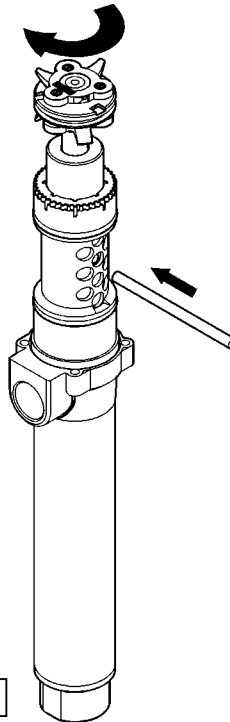

Fig. 4b
3. To remove the valve mechanism, pull up the same until the hole in pump piston becomes visible in one of the perforations in the packing sleeve. Put a suitable tool into the hole in the pump piston to fix it and unscrew the valve mechanism (fig 4b).
3. Para desmontar el conjunto inversor, tirar del mismo hacia arriba hasta que el agujero en el vástago quede visible en una de las perforaciones del casquillo empaquetadura. Introducir una herramienta adecuada en el agujero del vástago para fijarlo y desenroscar el conjunto inversor (Fig. 4b).
3. Pour démonter l'ensemble inverseur, tirer ce dernier vers le haut jusqu'à ce que l'orifice de la tige soit visible au niveau d'une des perforations de l'ensemble porte-joints. Introduire l'outil qui convient dans l'orifice de la tige afin de fixer et desserrer l'ensemble inverseur (Fig.4b).